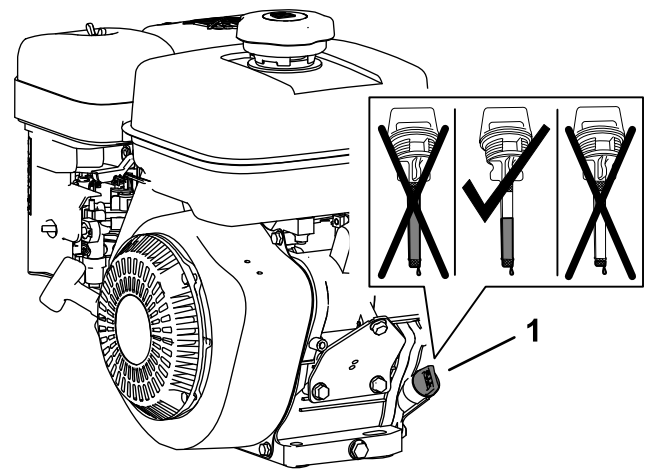

Bild 16
1. Entfernen Sie den Peilstab aus dem Einfüllstutzen des Motors und wischen Sie ihn mit einem sauberen Lappen ab (Bild 16).
2. Füllen Sie langsam 0,6 l des angegebenen Öls durch den Einfüllstutzen in das Kurbelgehäuse des Motors (Bild 16).
**Hinweis:** Der Motorölstand muss zwischen den mit der Schraffur gekennzeichneten Bereichen des Peilstabs liegen (Bild 16).